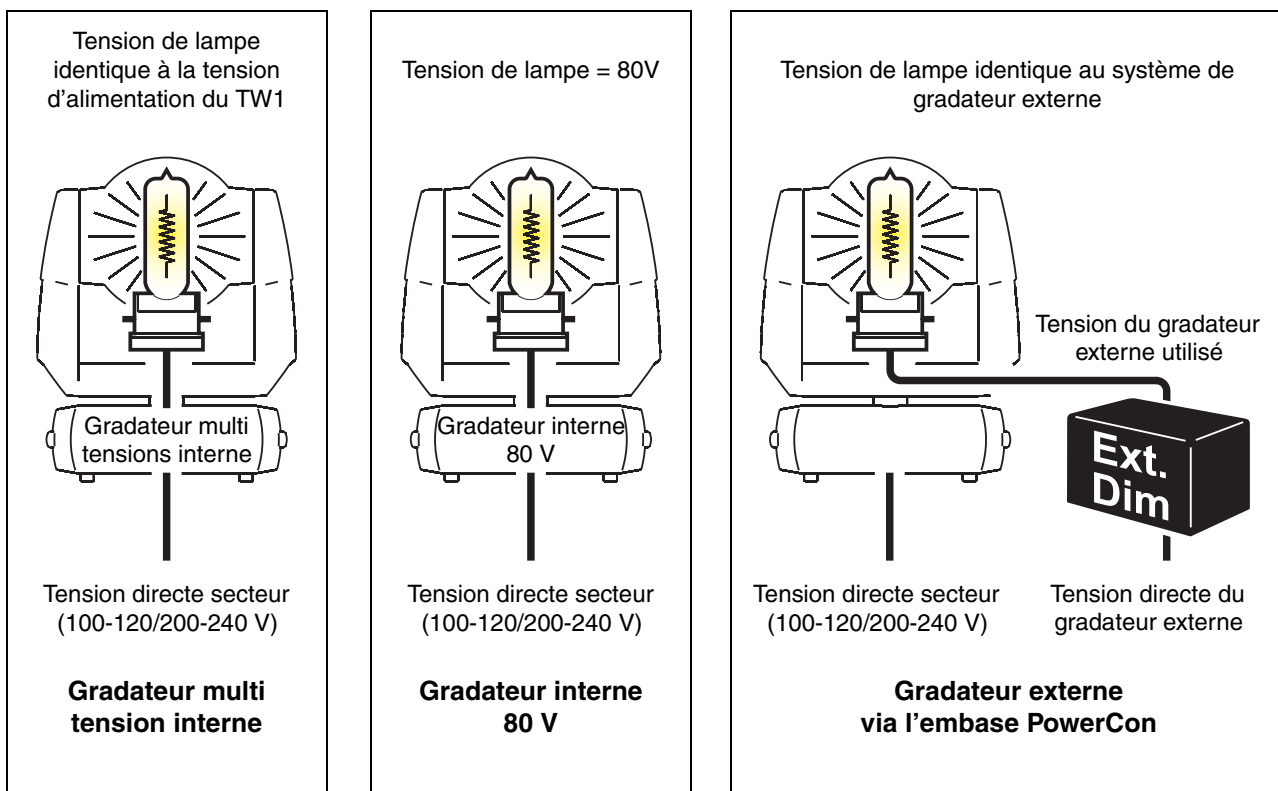

Figure 4: Différents gradateurs et tensions de lampes correspondantes
Trois options de gradation sont disponibles avec le MAC TW1. En dehors de l'option retenue, la tension de la lampe doit correspondre exactement à la tension de sortie du gradateur choisi (voir également Figure 4):
2. Voir Figure 4. Vérifiez que la lampe installée correspond à la tension du gradateur interne installé dans le projecteur.